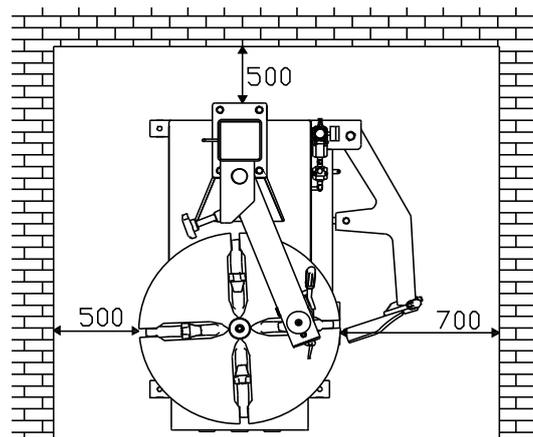

Рис. 4
4. Установка полуавтоматического станка (рис.4)
Полуавтоматический шиномонтажный станок должен быть соединен с источником питания и системой подачи сжатого воздуха. Таким образом, целесообразно установить станок вблизи этих источников. Место установки должно, как минимум, соответствовать требованиям, указанным на рис.4, чтобы обеспечить свободное движение всех частей станка.